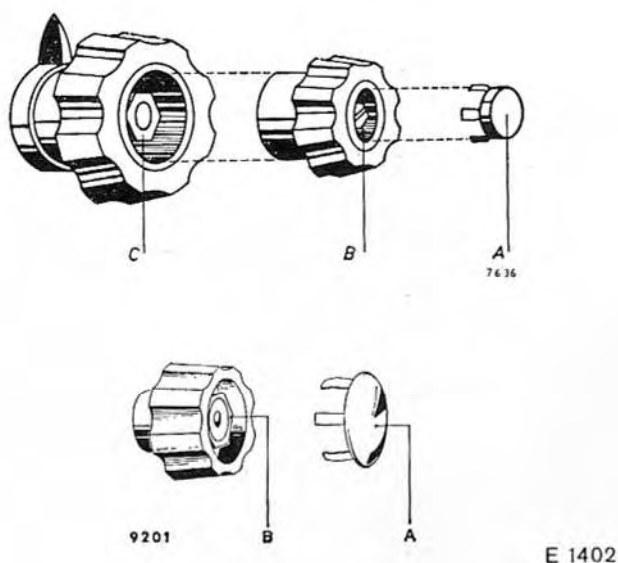

Fig. 31. Démontage des boutons
C. ENLEVEMENT DES BOUTONS (fig. 31)